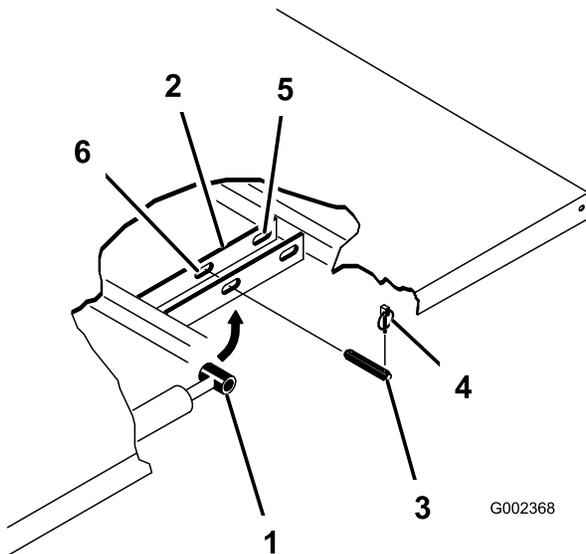

Рисунок 3
2. Удалите шплинты из наружных концов штифтов с отверстием под шплинт на штоках гидроцилиндров (Рисунок 3).